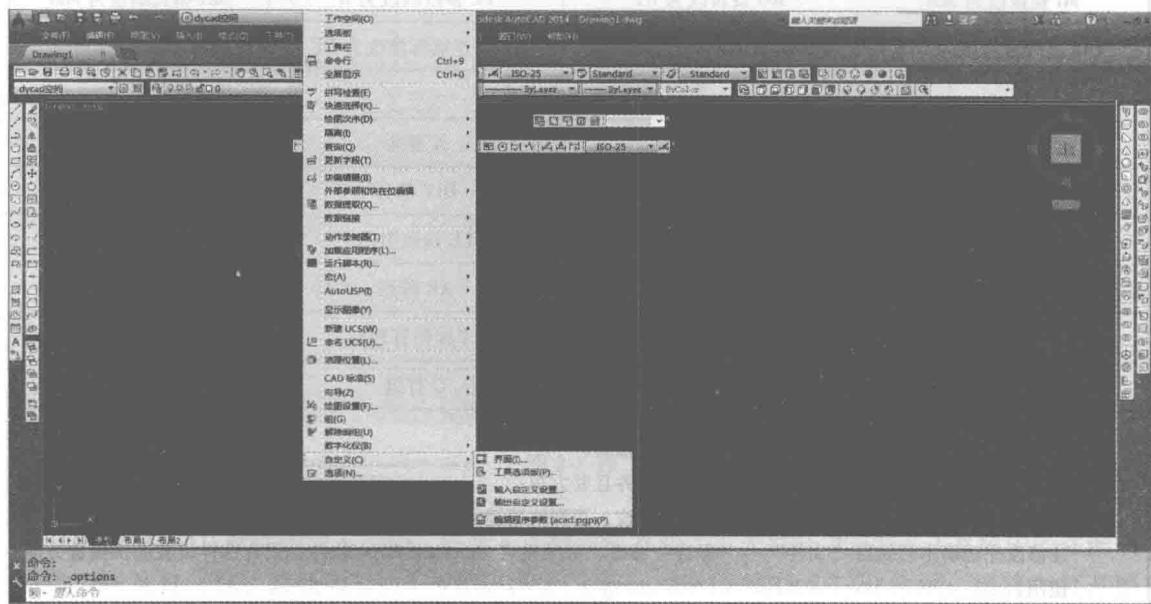
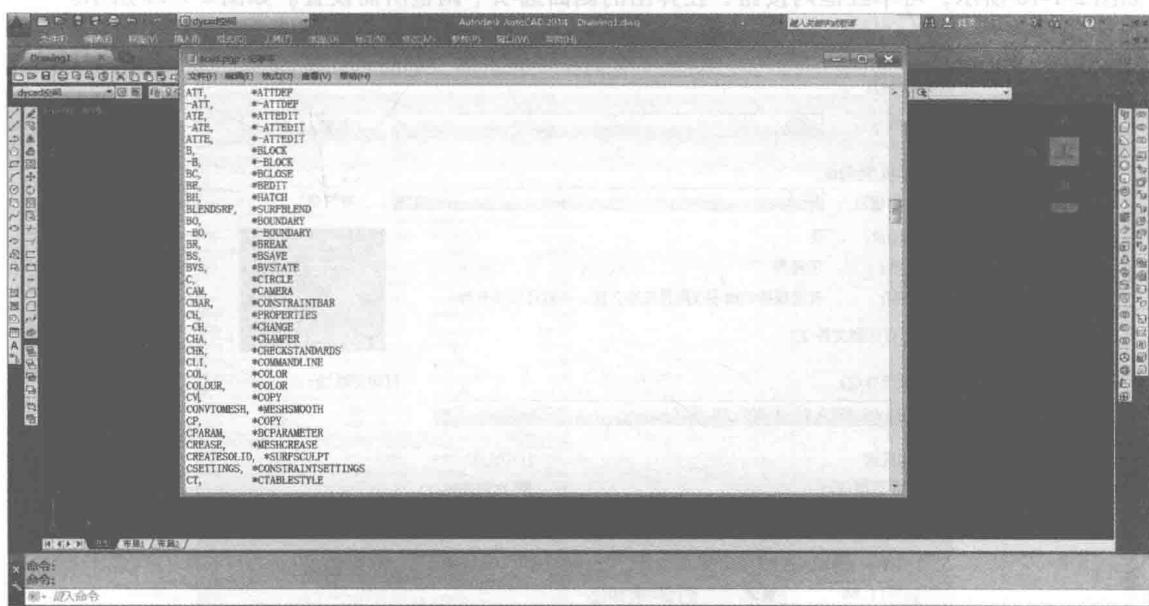

图 2-1-16
图 2-1-17
(5) 公司快捷键的设置：在 AutoCAD 2014 软件文件菜单中执行“工具”——“自定义”——“编辑程序参数”命令，更改快捷键或者在 AutoCAD 2014 软件根目录中找 acad.pgp 文件，如图 2-1-16 所示，用记事本方式打开更改快捷键，如图 2-1-17 所示。